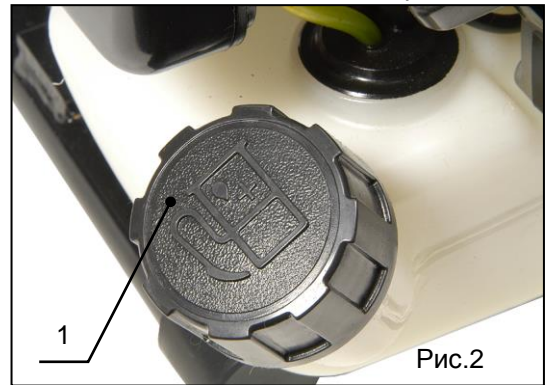

Рис.2
- Следует тщательно очистить всю поверхность рядом с крышкой бака (поз.1, рис.2), чтобы в него не попала грязь.
- Открутите крышку бака (поз.1, рис.2), и осторожно налейте смесь горючего так, чтобы она заполнила бак до нижнего края патрубка. Наливайте осторожно, чтобы не расплескать горючее.
- Плотнo закрутите крышку бака (поз.1, рис.2).